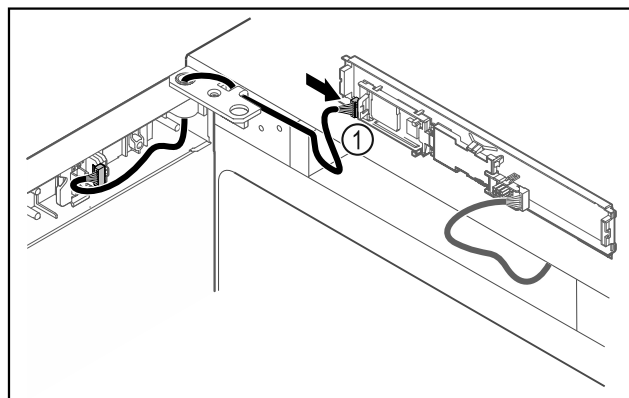

Fig. 50
- ▶ Collegare il connettore Fig. 50 (1) sulla scheda.